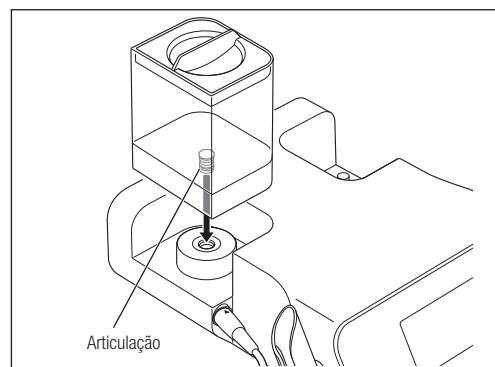

Fig. 13
- 3) Feche a tampa da garrafa de irrigação e introduza a junta da garrafa a direito no conector da base da garrafa de irrigação (Fig. 13).